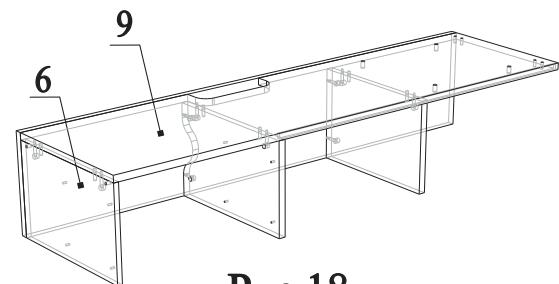

Рис.18
43. Соединить детали 6, 7 и 8 с деталью 9, затянуть эксцентрики по часовой стрелке до упора (рис.18)